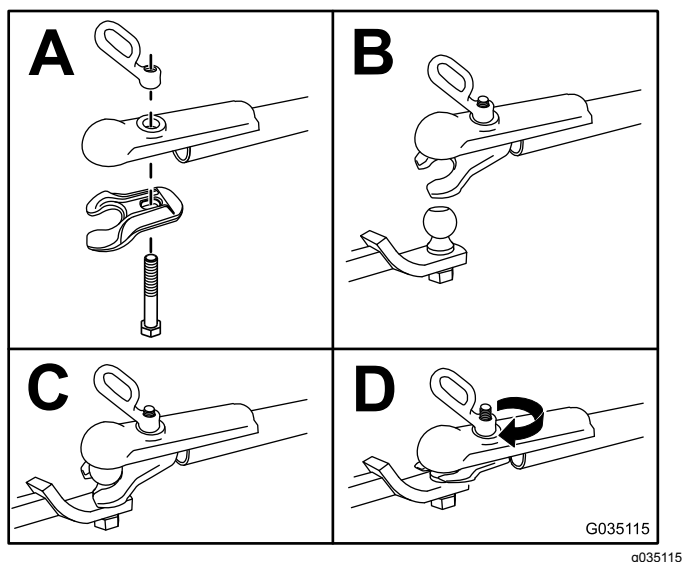

Figure 16
3. Attelez la machine comme montré à la Figure 16.